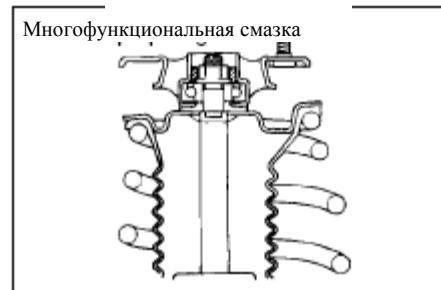

Рис. 182
(2) Снимите специальный инструмент
(3) Нанесите на верхнюю опору амортизатора многофункциональную смазку (рис. 182)